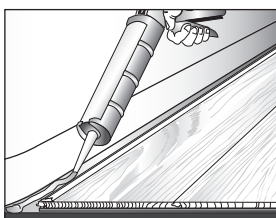

Figure 20
- En suivant les recommandations du fabricant, calfeutrez complètement, à l'aide d'un enduit d'étanchéité fait à 100 % de silicone, tous les espaces de dilatation autour du périmètre. En appliquant du produit de calfeutrage, il est utile d'apposer une bande de ruban de peinture (Ruban de peinture pour surfaces délicates Scotch[®] 2080) parallèlement au bord du stratifié, à environ 0,8 mm (1/32 po) (fig. 20). Remplissez ensuite l'espace de dilatation d'un enduit d'étanchéité, enlevez l'excédent à l'aide d'un grattoir en plastique ou d'un couteau à mastic et retirez le ruban.